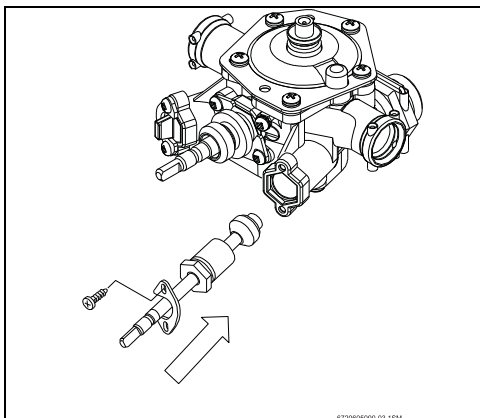

Fig. 3
- Monter les axes des robinets avec les joints et les bloquer à l'aide des fixations (voir Fig. 3).